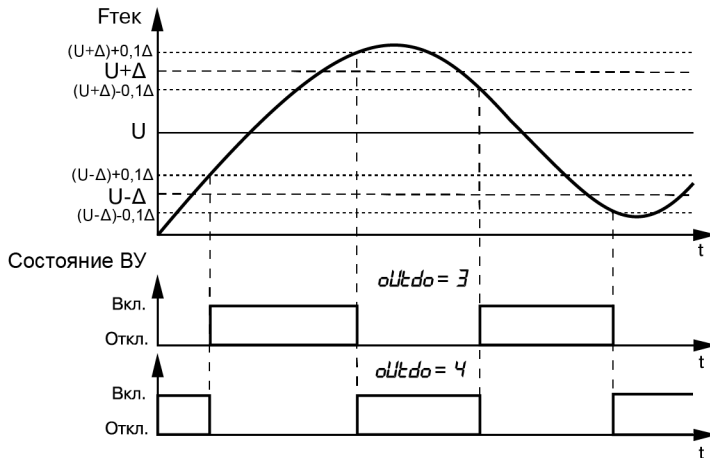

Рисунок 7.7 – Типы логики (П- и U-образная) при работе ВУ в качестве компаратора
1. При П- или U-образной логике для подавления дребезга при переключениях существует дополнительный гистерезис срабатывания 5 % от диапазона между границами (2Δ) (см. рисунок 7.7).